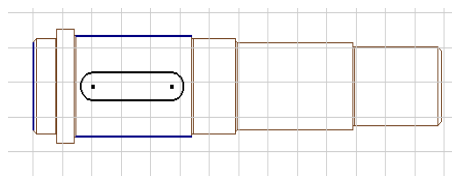
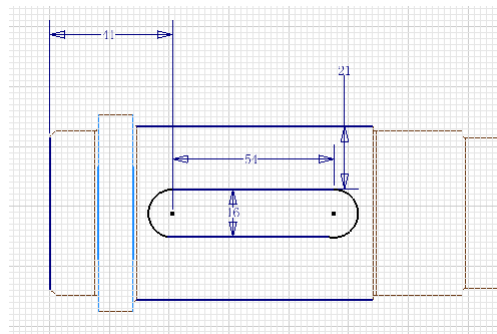

图 7-9 绘制键槽拉伸草图
图 7-11 为草图图形标注尺寸
②在新建的工作平面上单击右键，在打开菜单中选择【新建草图】选项，则在工作平面上新建草图，进入草图环境中，单击【草图】标签栏【绘图】面板的【直线】工具按钮^③和【三点圆弧】工具按钮^④，绘制如图 7-9 所示的键槽形状。为了便于观察，在工具栏中将模型的显示方式设置为【线框显示】。
④为图形添加尺寸约束。由于在工作平面上建立草图，所以草图上没有任何的零件边线的自动投影，因此就无法给图形添加定位尺寸。但是可以通过【草图】标签栏上的【投影几何图元】工具^⑤将已有零件的某些边线投影到当前草图中来。选择该工具后，鼠标左键单击零件的边线，则该边线就会投影到当前的草图中来。图 7-9 中的三条颜色较深的线就是利用【投影几何图元】工具将传动轴的一些边线投影到当前草图中以便于标注定位尺寸。然后选择【尺寸】工具，为图形添加如图 7-11 所示的尺寸约束。其中，标注为 21 的尺寸保证键槽轮廓图形位于轴的投影的中心位置。